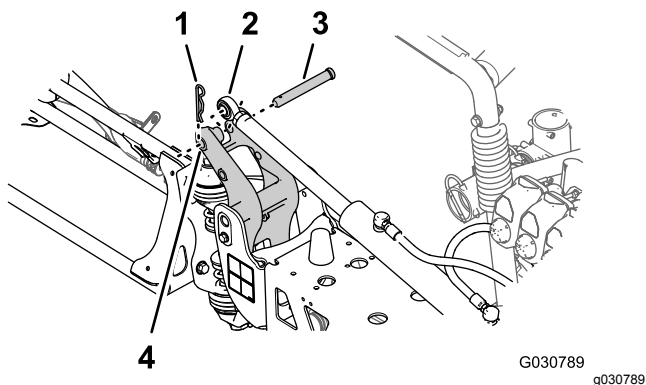

Figura 136
- Allineate l'estremità dell'asta del cilindro di sollevamento con il foro da 25 mm nella protuberanza del raccordo orientabile (Figura 136).
7. Fissate il cilindro di sollevamento al raccordo orientabile con il perno con testa e la coppiglia (Figura 136) rimossi al passaggio 3 della sezione Rimozione dei cilindri di sollevamento (pagina 37).